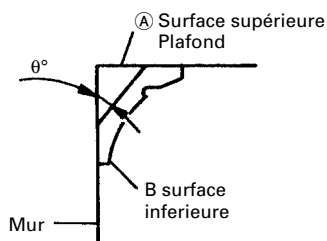
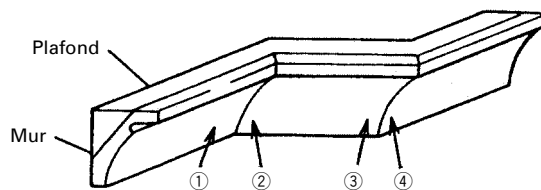
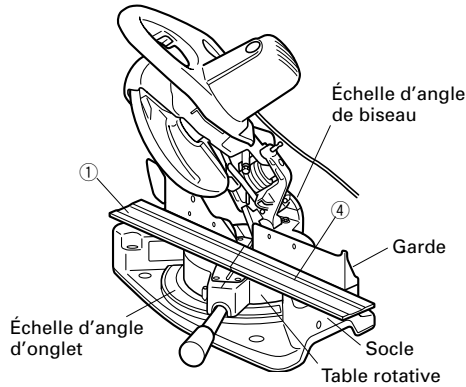
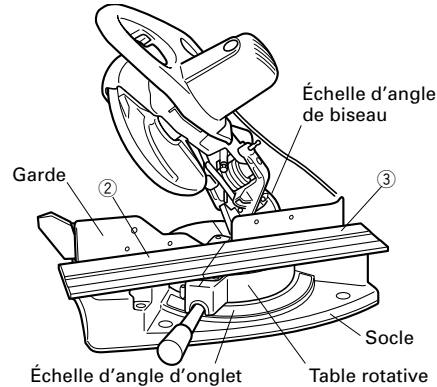

Fig. 20
Fig. 21
Fig. 22
Fig. 24
La Fig. 21 montre deux types de corniche complexe courants ayant des angles de 38° et de 45°. Pour les montures de corniche complexe, voir la Fig. 21.
(1) Réglage de coupe en corniche complexe aux positions ① et ④ de la Fig. 21 (voir Fig. 22 ; incliner la tête vers la gauche) :
- ① Tourner la plaque tournante vers la droite et régler l'angle d'onglet comme suit :
- ② Incliner la tête vers la gauche et régler l'angle de biseau comme suit :
- ③ Disposer la corniche complexe de façon que la surface inférieure (A) sur la Fig. 20) touche la garde comme indiqué à la Fig. 24.
**(2) Réglage de coupe en corniche complexe aux positions ② et ③ de la Fig. 21 (voir Fig. 24; incliner la tête vers la gauche) :**
- ① Tourner la table vers la droite et régler l'angle d'onglet comme suit :
- ③ Disposer la corniche complexe de façon que la surface supérieure (B sur la Fig. 20) touche la garde comme indiqué à la Fig. 25.